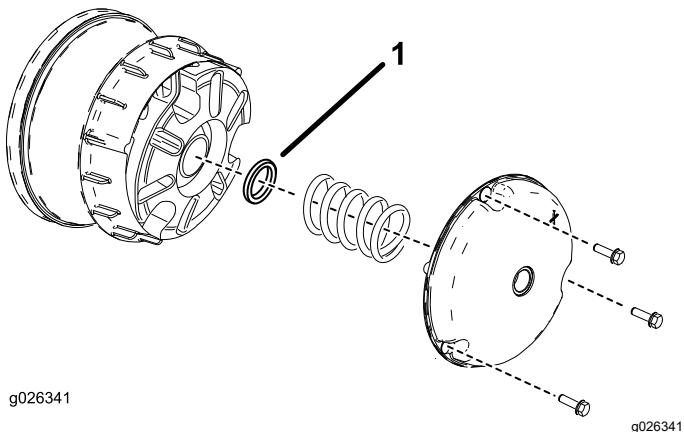

Figura 59
2. Retire los pernos que sujetan la tapa del embrague primario, como se muestra en la Figura 59.